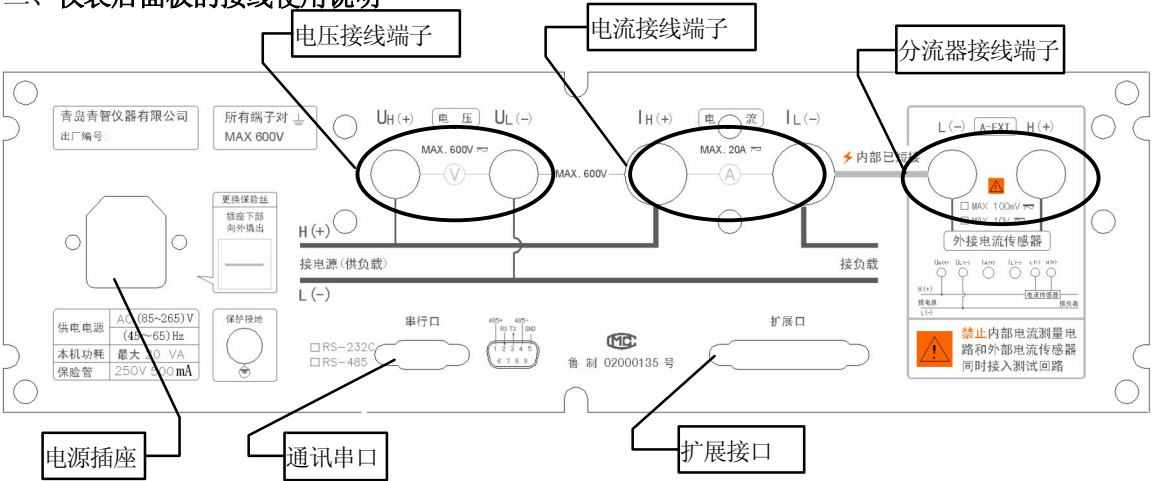

图 2 后面板示意图
1. 后面板由以下几部分组成：电源插座、接线端子、通讯串口、扩展接口（见图 2）。